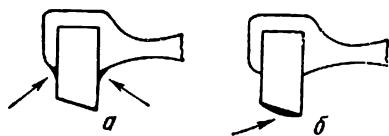

Рис. 186. Смазка палет
**Смазка палет.** Вводить масло на плоскость покоя палет большими дозами, как это делают многие часовые мастера, не рекомендуется, так как при этом всегда имеется опасность растекания масла по палете (рис. 186, а). Несколько лучше давать масло на импульсную плоскость палеты, как показано на рис. 186, б.